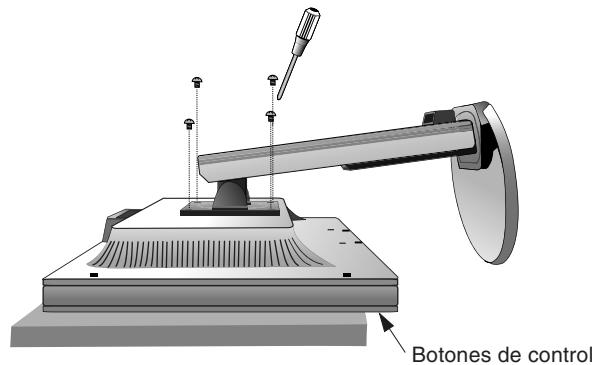

Figura S.1
2. Sitúe el monitor boca abajo en una superficie no abrasiva (**figura S.1**).
3. Retire los 4 tornillos que unen el monitor al soporte (**figura S.1**).